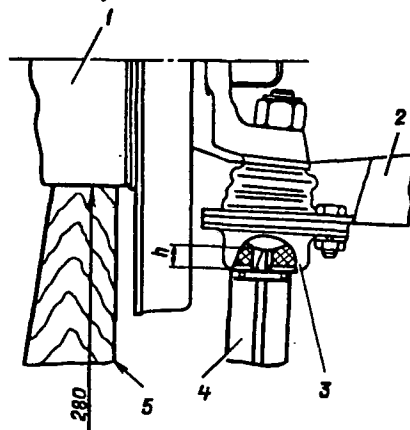

Рис. 4-4. Схема проверки нижних шаровых шарниров: 1 - ступица колеса; 2 - нижний рычаг; 3 - нижний шаровой шарнир; 4 - штангенциркуль; 5 - деревянная колодка
- поставьте под ступицу 1 (рис. 4-4) деревянную колодку 5 высотой 280 мм и опустите на нее автомобиль, очистите нижнюю часть шарнира от пыли и грязи и выверните коническую пробку;